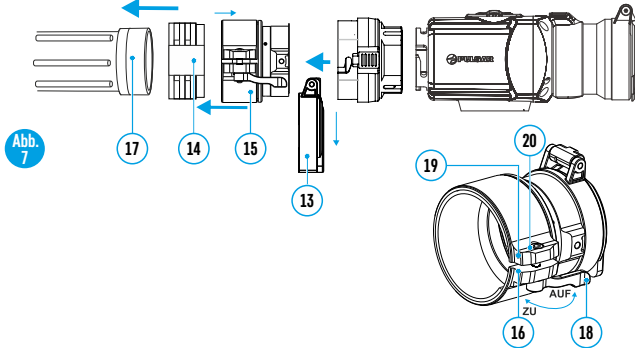

Abb. 7
- Bringen Sie den Adapter mit dem eingesetzten Übergangsring an das Objektiv (17) des Tageslichtgerätes an (Abb. 7).
- Bringen Sie den Hebel (18) von der Position "AUF" in die Position „ZU“ (Abb. 7).
- Lockern Sie die Halteschraube (19) mithilfe des Sechskantenschlüssels (S= 2 mm).
- Ziehen Sie die Schraube (20) mit dem Sechskantenschlüssel (S= 4mm) an, mit einer Klemmkraft, die den Adapter fest auf dem Objektiv sitzen lässt.
- Ziehen Sie die Halteschraube an (19).